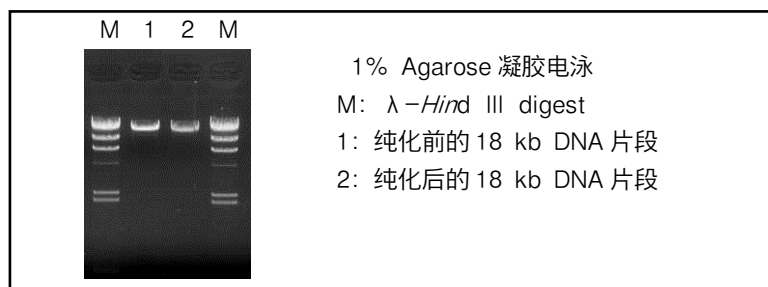

图 3. DNA 片段纯化电泳图
2. 经 PCR 反应扩增 18 kb 的 DNA 片段，使用本试剂盒纯化了此 DNA 片段，其琼脂糖凝胶电泳结果见图 3，回收率高达 70%。